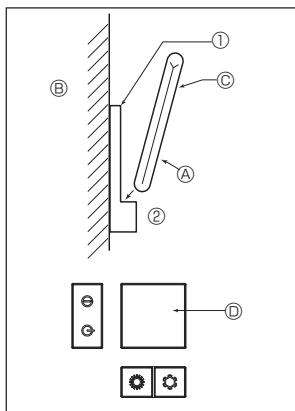

Fig. 7-9
2) Installationsmetode (Fig. 7-9)
- ① Monter holderen til fjernbetjeningen på det ønskede sted vha. 2 pladeskrue.
- ② Sæt den nederste ende af fjernbetjeningen i holderen.